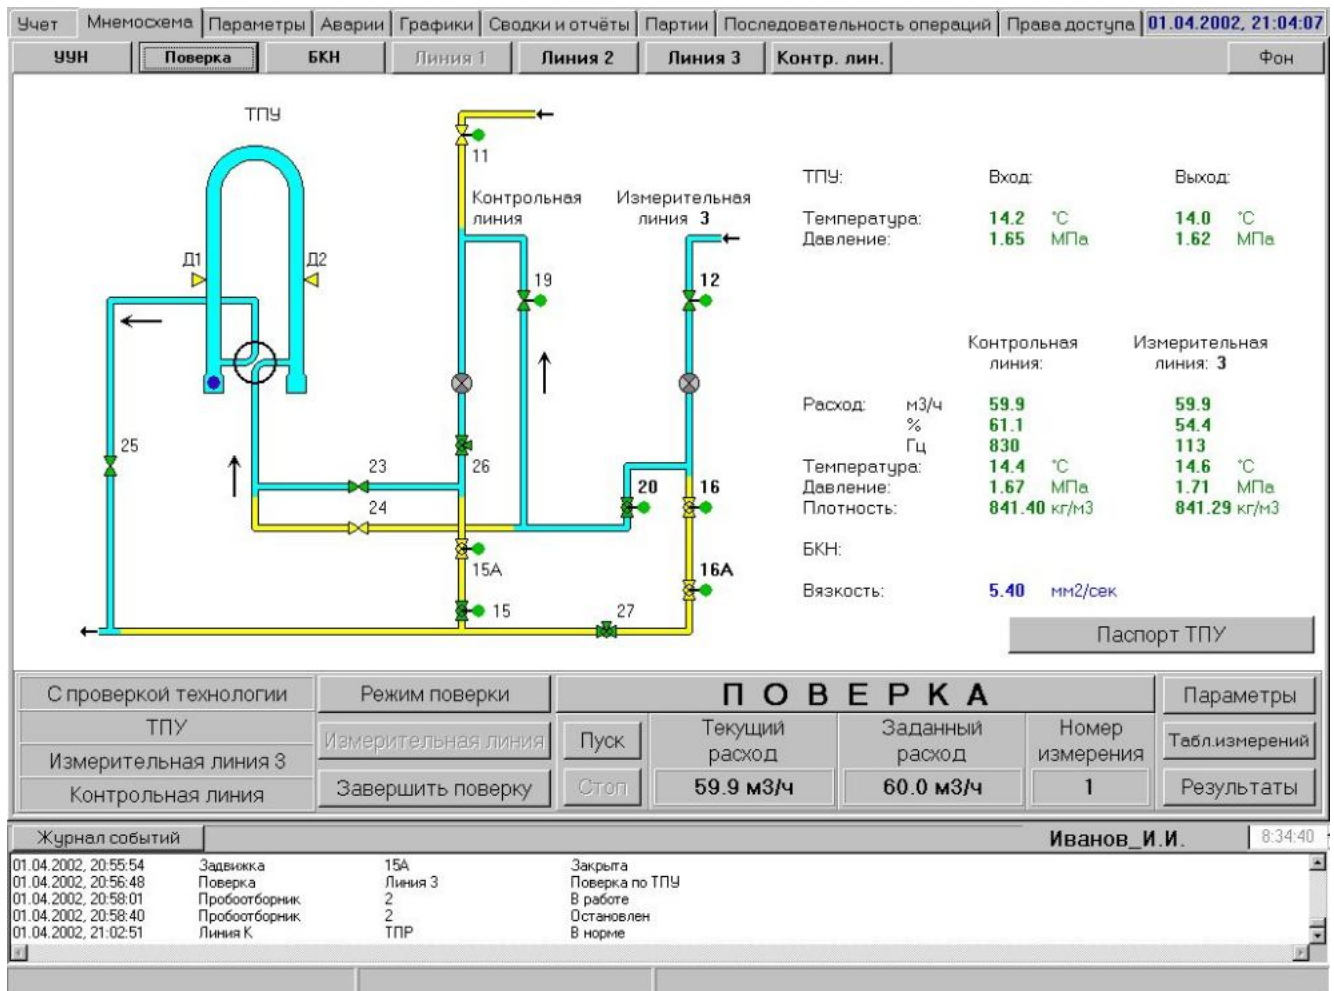

Рис. 24 – Экран «ПОВЕРКА»
3.6.1.1 Экран (мнемосхема) «ПОВЕРКА» (Рис. 24) отображает: